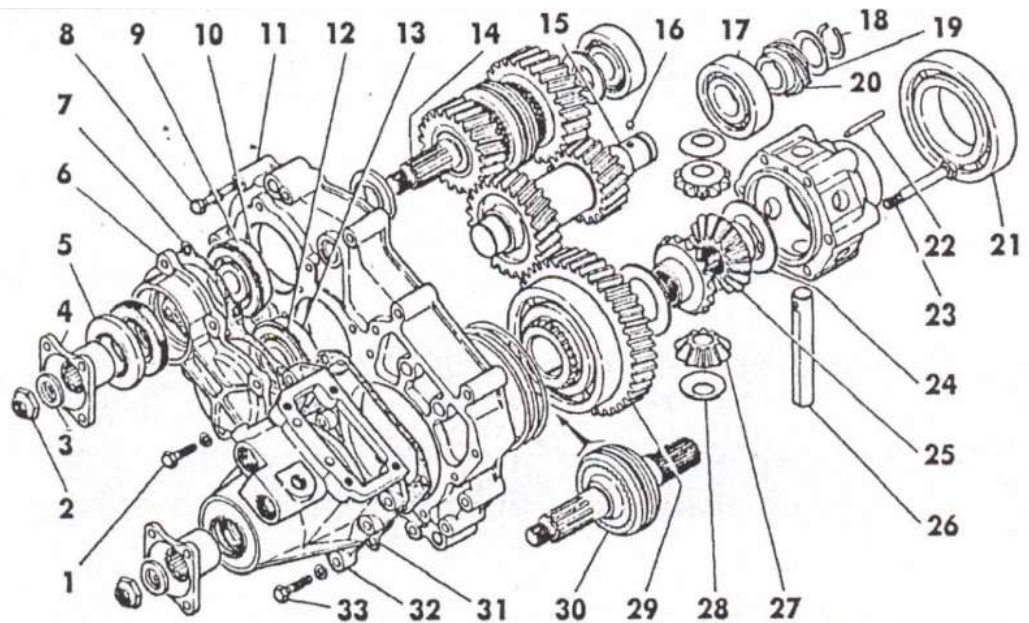

Рис.6.6 Детали переднего картера раздаточной коробки:
Для предотвращения перегрева передней раздаточной коробки (ПРК) и смазки ее подшипников скольжения верхнего вала служит система охлаждения ПРК (рис. 6.6). Насос системы подает масло в магистраль через термоклапан. При температуре масла ниже 55°C термоклапан перекрывает ветвь магистрали 1, которая идёт к радиатору и пускает поток напрямую в раздаточную коробку через ветви 3 и 4. При температуре масла выше 55°C термоклапан перекрывает ветвь магистрали 3 и пускает поток через радиатор, ветви 1, 2 и 4 в раздаточную коробку.
- раскернить и отвернуть гайки 2 (рис. 6.6) фланцев, снять шайбы 3 и фланцы 4;